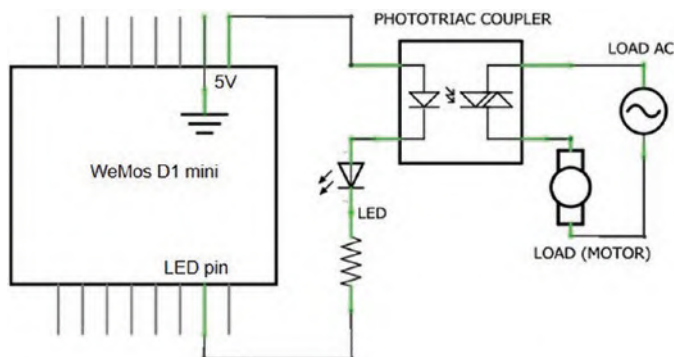

Рисунок 15-15. Упрощенная схема твердотельного реле
Твердотельное реле включает полупроводниковые компоненты без механических движущихся частей для высокоскоростной коммутации переменного тока (AC) до 240 В при 2 А⁸⁸. Основой полупроводниковых реле служит фотосимистор, который состоит из светодиода инфракрасного диапазона и фоточувствительного симистора (триака), позволяющего току поступать в нагрузку (см. рис. 15-15). Твердотельное реле включает в себя дополнительные схемы как на входной стороне инфракрасного светодиода, так и на выходной стороне фото-